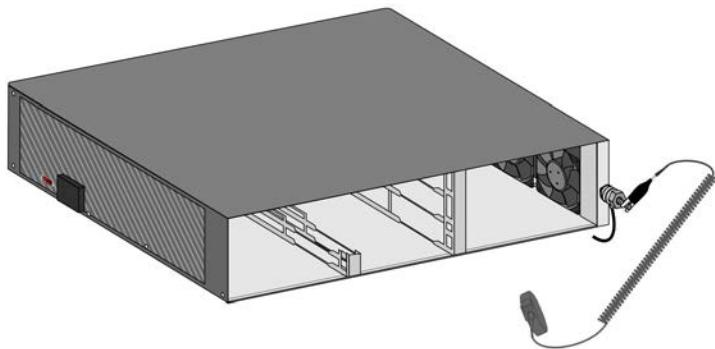

Рисунок 28. Антистатический браслет.
**ОСТОРОЖНО!** Линейные платы содержат компоненты, чувствительные к воздействию статического электричества, и могут быть повреждены или выведены из строя электростатическими разрядами. При работе с печатными платами всегда надевайте антистатический браслет (рисунок 28) для снятия зарядов, подключенный к шкафу системы или каркасу для плат. Печатные платы необходимо брать только за края и избегать прикосновений к контактным поверхностям. Обращайтесь с платами осторожно и не роняйте их.